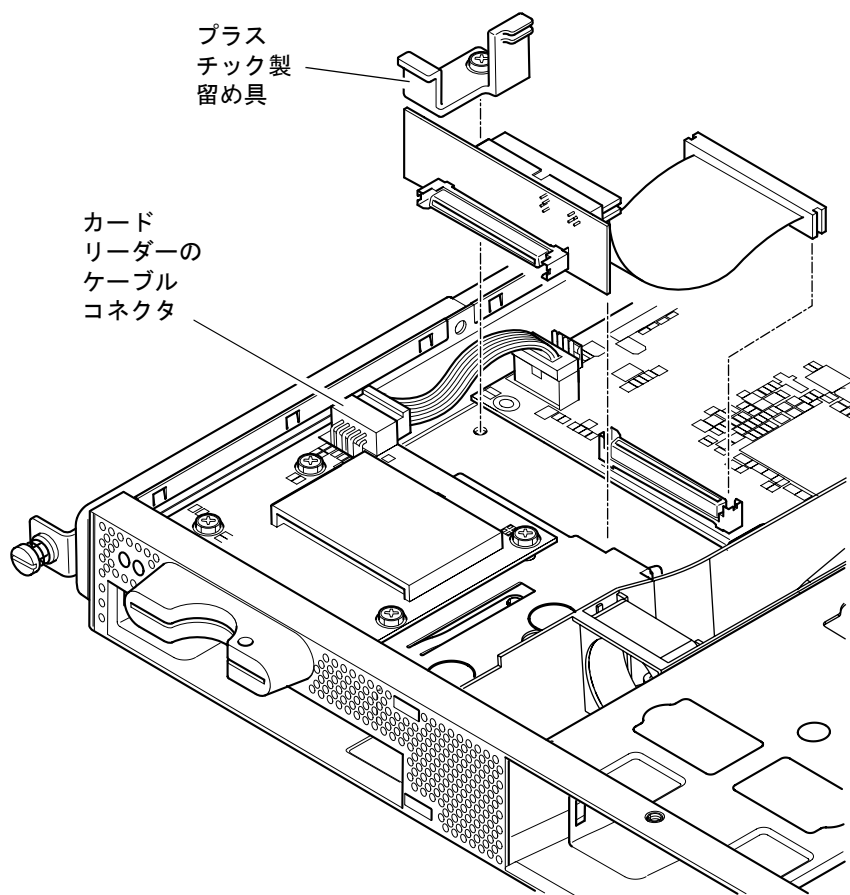

図 11-3 DVD または CD-ROM ドライブ格納装置背面のパドルボードの交換
3. システムボードからメモリーカードリーダーボードの電源ケーブルを抜き取ります (図 11-3 を参照)。
6. 新しい IDE リボンケーブルをシステムボードに接続し、そこから DVD または CD-ROM ドライブの方に伸ばします (図 11-3 を参照)。
11. パドルボードを固定するプラスチック製留め具を元の位置にねじで固定します (図 11-3 を参照)。